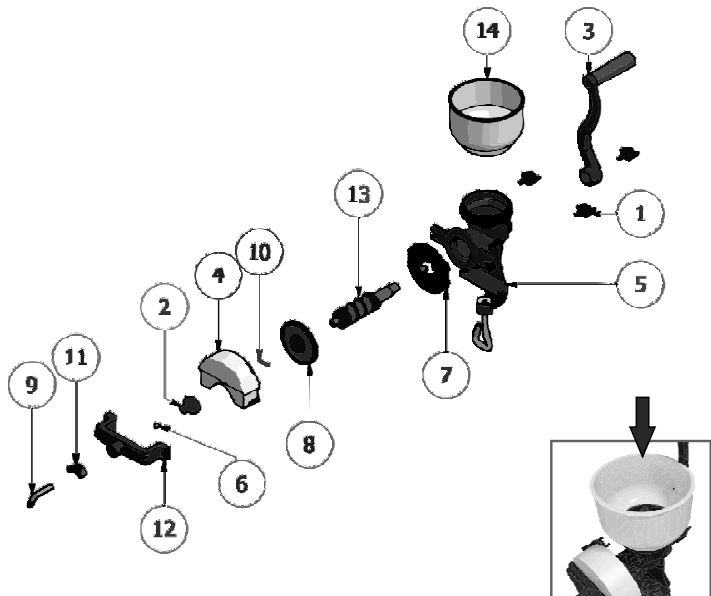

Figura 1
- Em seguida proceda com a montagem do triturador conforme seqüência da figura 1.